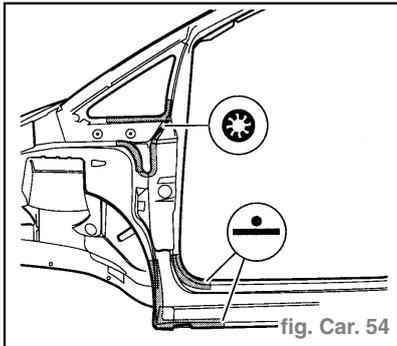

fig. Car. 54
- Souder la tôle de recouvrement de la glace de déflecteur par bouchonnage sous gaz de protection (fig. Car. 54).